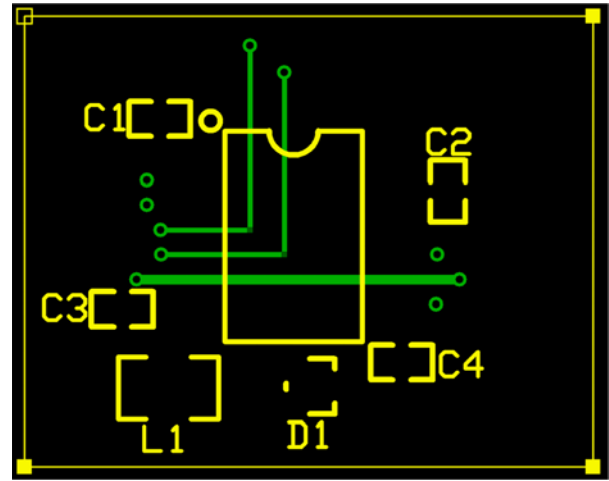

图23. SOIC PCB布局布线(底层金属)
- 图22和图23显示所有GND连接均使用顶层金属GND层。不建议使用电源层。
- 对于SOIC封装，SPI接口走线不宜在无适当屏蔽的情况下布设在器件下方，如填充地层等(图22和图23便使用了填充地层)。